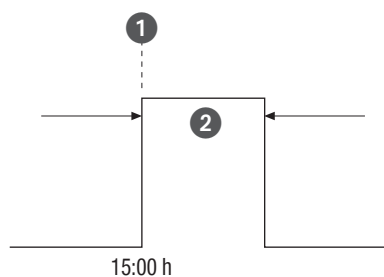

Fig. 31: Impulskobling
- (Fig. 31/①) Starttid
- (Fig. 31/②) Varighet = kobling PÅ